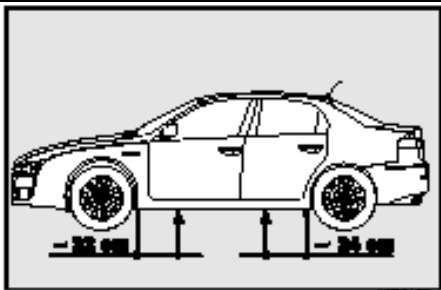
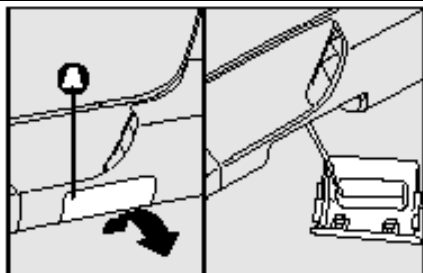

рис.7
рис.8
□ Домкрат устанавливается на расстоянии указанном, на **рис.7** (для версий оснащенных боковыми накладками на порогах, необходимо, перед тем как установить домкрат, снять крышку **A** - **рис.8** расположенную на самом пороге, действуя, как показано на рисунке);
- компрессор **D** – **рис.7** с манометром и переходниками;